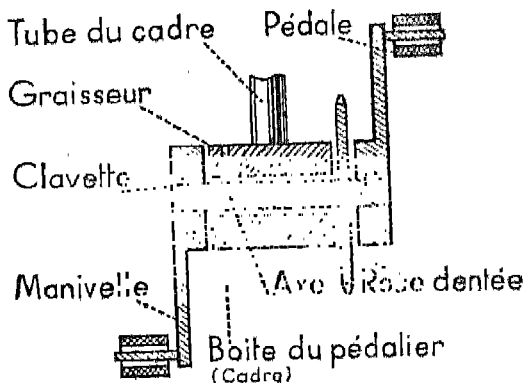

Fig. 5. — Pédalier de bicyclette (coupe).
a) Le *pédalier* comprend un *axe* parfaitement ajusté dans la boîte cylindrique creuse qui fait partie du cadre (fig. 5).